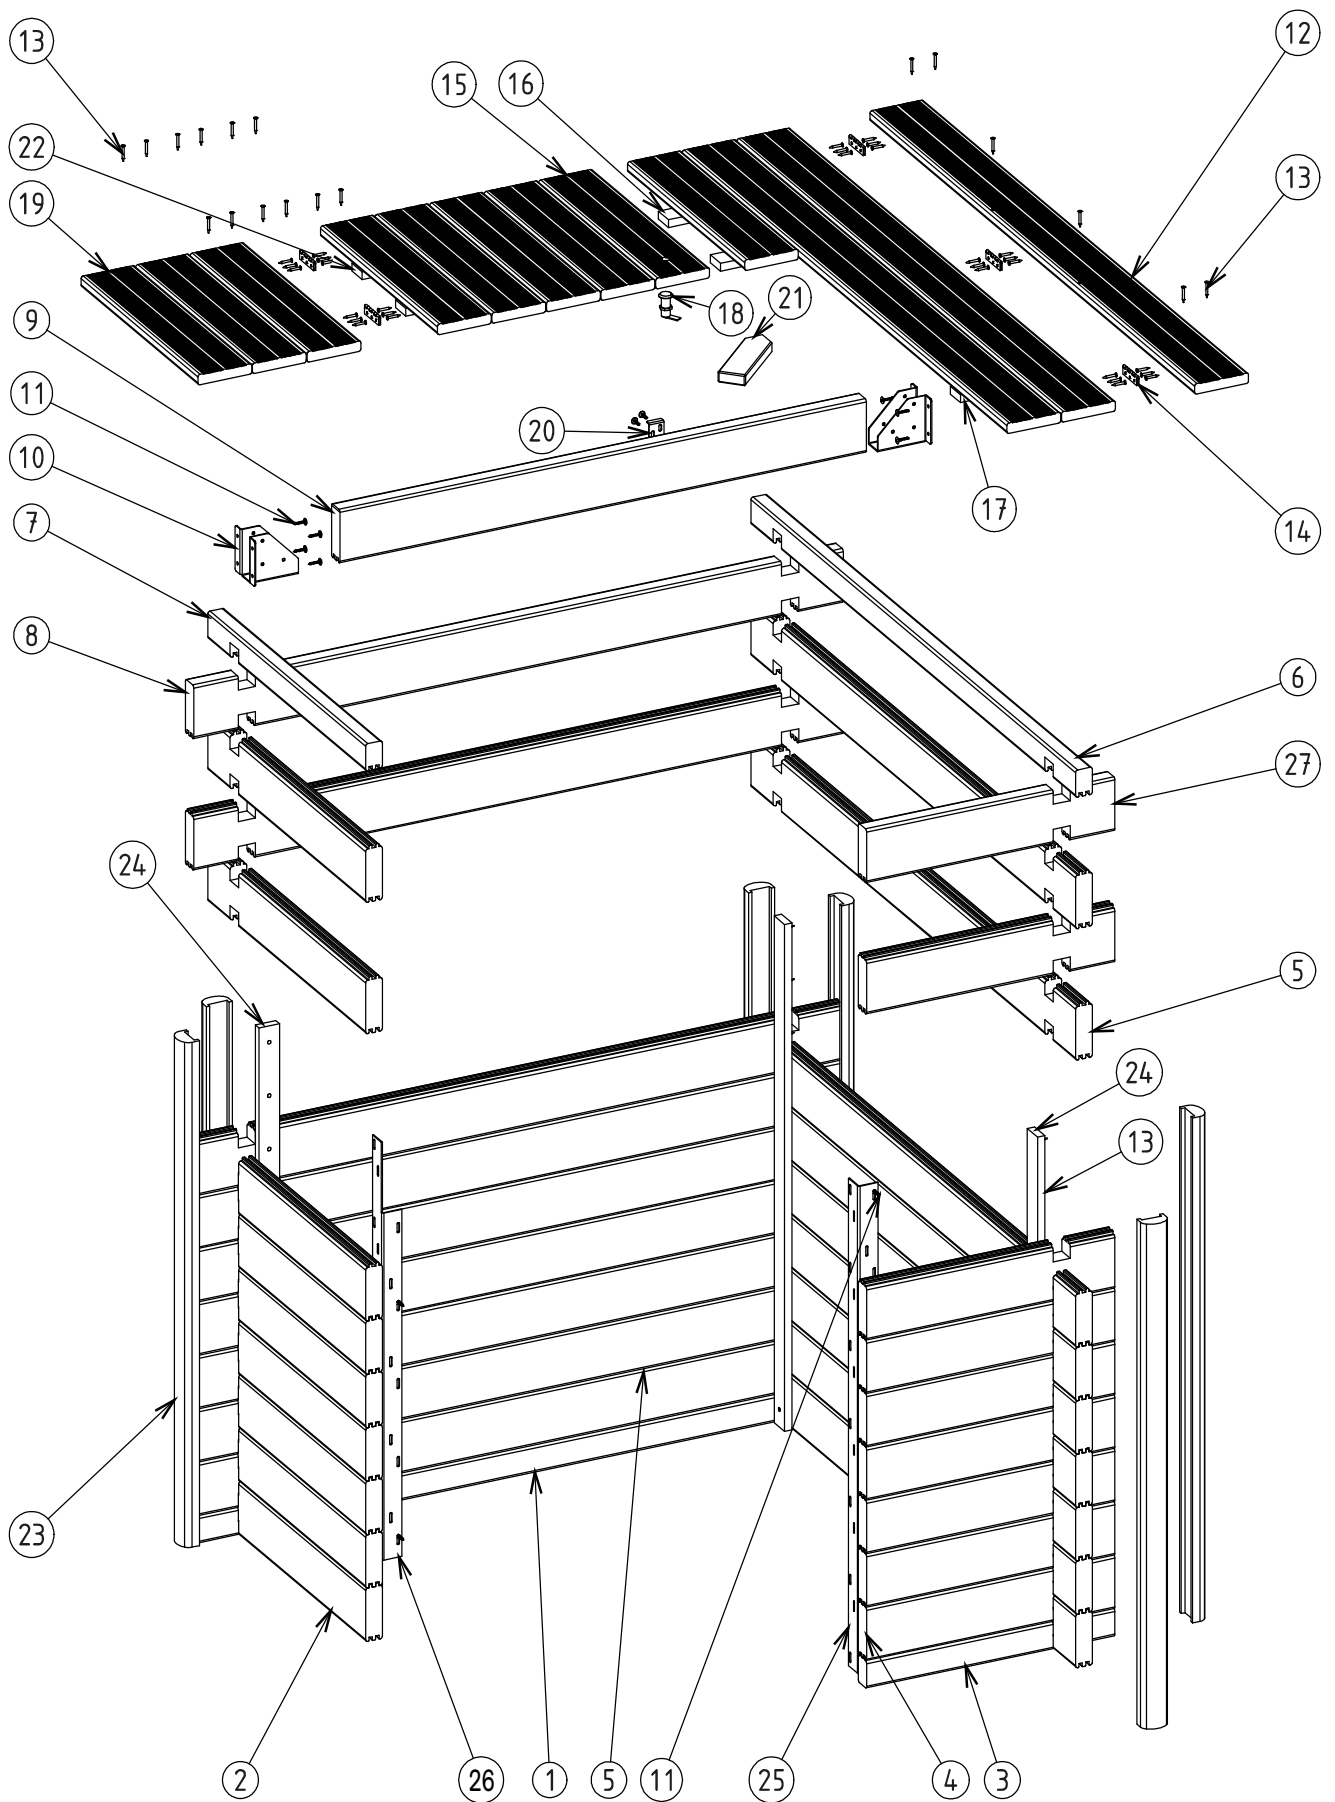
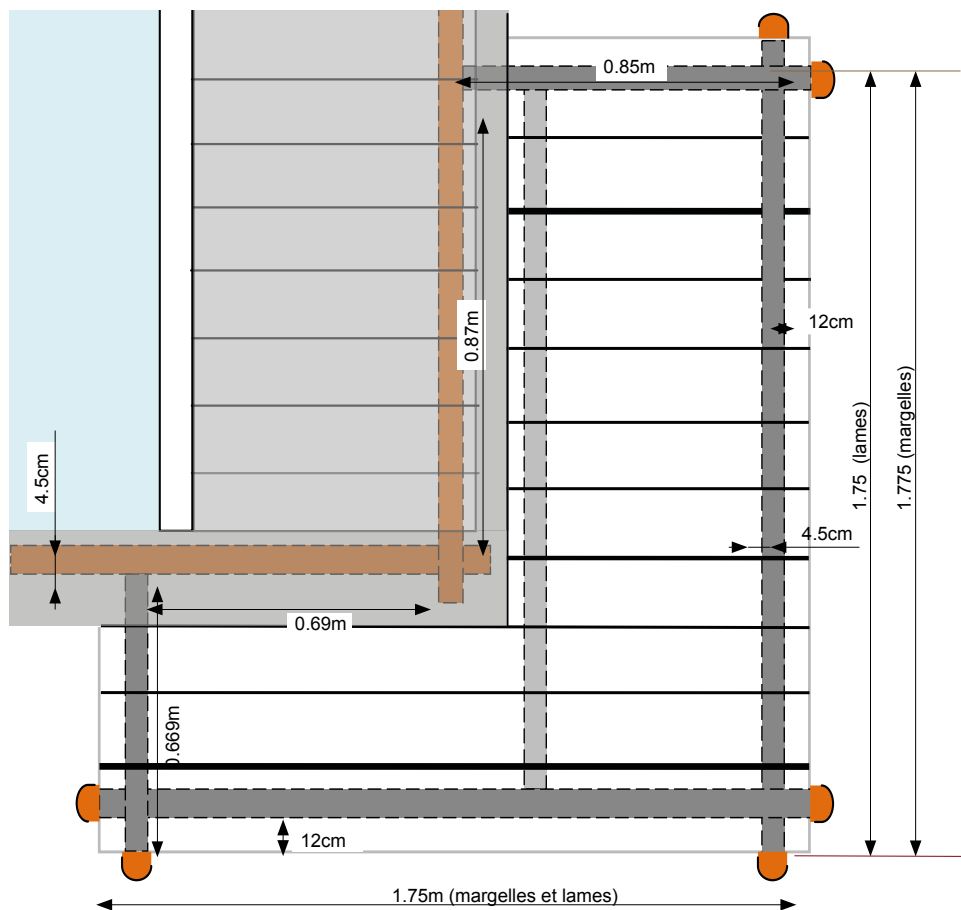
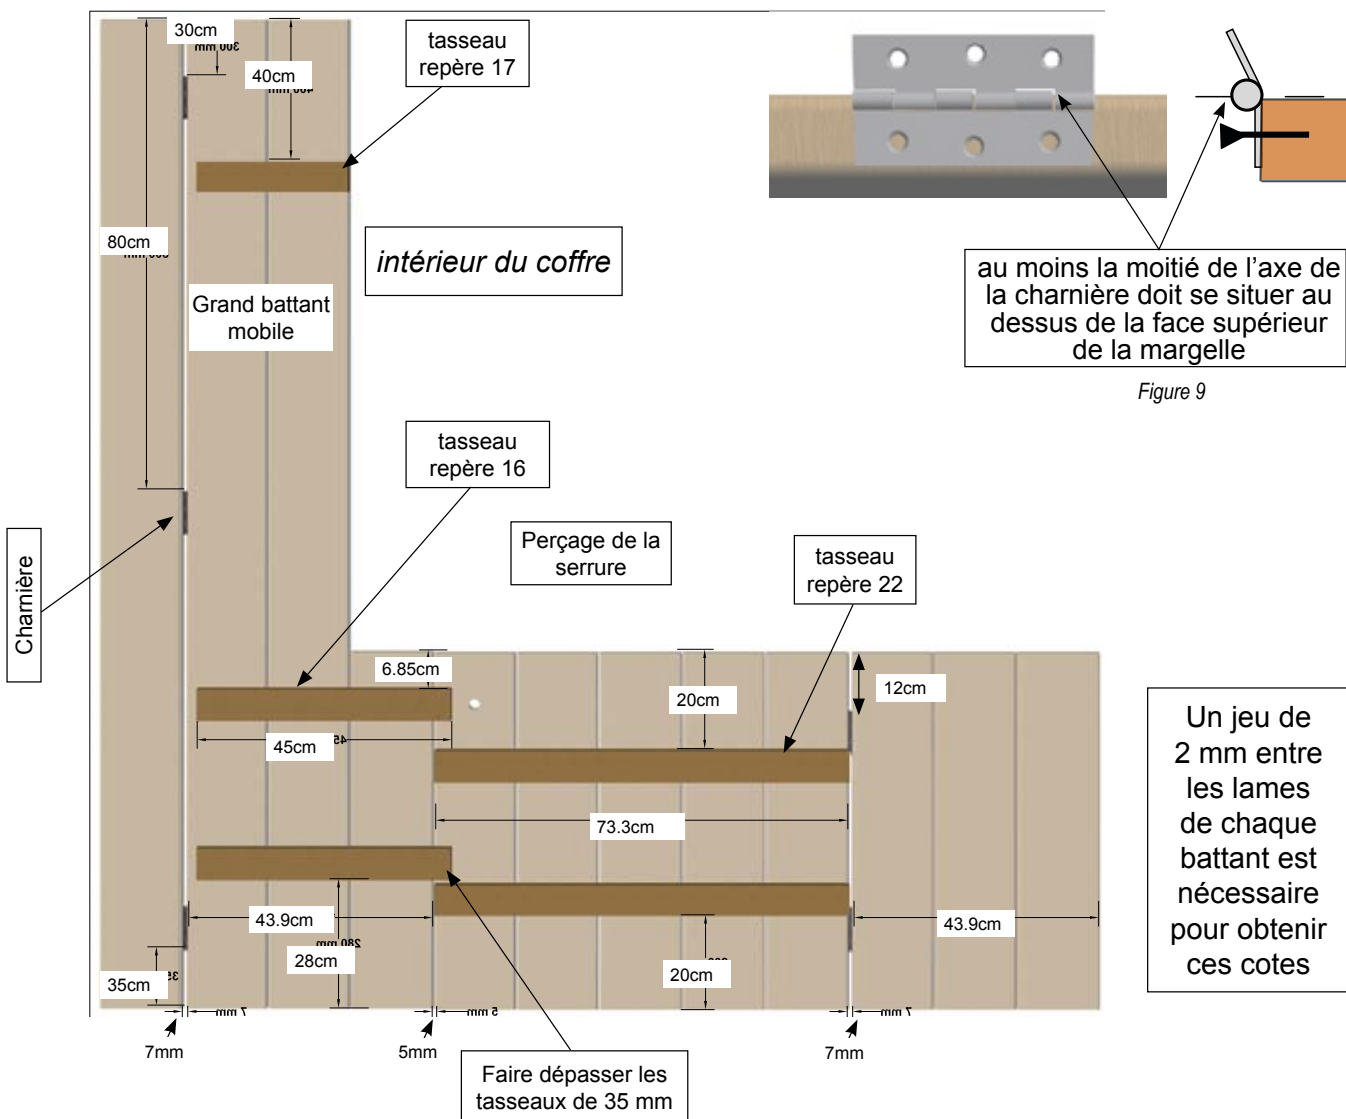

Figure 2
Figure 4
Figure 10 - Schéma d'assemblage des caillebotis
Le montage doit s'effectuer à l'endroit précis où le coffre se positionnera sur le bassin, car il ne sera plus possible de déplacer le coffre une fois monté en raison de son poids important. Voir les cotes de positionnement sur la figure 4.
Après avoir assemblé la 1^{ère} rangée de lames au sol, placer les deux lames d'extrémité contre le bassin aux endroits précis où elles doivent se positionner (voir cotes sur figure 4).
Fixer chaque équerre de maintien à l'intérieur et à ras de chacune des deux extrémités libres (voir figure 2) à l'aide des vis penture 6x30 (18 vis par équerre).
Fixer dans chacun des 3 angles verticaux intérieurs du coffre des tasseaux (repère 24 sur figure 2) de blocage. Utiliser 30 vis bois 5x40.
Visser chacun des 2 sabots de fixation (repère 10 sur figure 2) de la poutre de soutien (repère 9 sur figure 2) aux endroits suivants, à l'aide de 4 vis penture 6x30 par sabot :
1.4.5 Montage des profils de finition des extrémités de paroi (repère 23 sur figure 2)
Afin d'éviter ce désagrément, il convient de substituer cette pièce par celle livrée avec le coffre (n° 21 sur la figure 2), qui comporte une extrémité pointue.
1. A l'aide de 3 vis peinture 4x35 par charnière, visser 3 charnières sur la tranche d'une margelle de caillebotis de 1,75 m de longueur (repère 12 sur figure 2) aux cotes indiquées en figure 10 (pré-percer les trous au besoin avec une mèche à bois de 2 mm) et en suivant les consignes de la figure 9. Cette margelle viendra se fixer sur le haut de la paroi en bout de coffre (voir figure 4).
2. A l'aide de 3 vis peinture 4x35 par charnière, visser 2 charnières sur la tranche d'une margelle de caillebotis de 63 cm de longueur (repère 19 sur figure 2) aux cotes indiquées en figure 10.
1. Constituer le petit battant mobile à 5 margelles de 63 cm de long, en incluant la margelle qui comporte un perçage destiné au montage de la serrure (repère 15 figure 2): fixer les deux tasseaux de 73 cm de long (repère 22 sur figure 2) sous les margelles en respectant les cotes et le jeu de 2 mm entre margelles indiquées en figure 10.
- a. fixer les deux tasseaux de 45 cm de long (repère 16 sur figure 2) sous les 3 margelles en faisant dépasser les tasseaux de 3,5 cm du côté de la margelle de 63cm en respectant les cotes et le jeu de 2 mm entre margelles indiquées en figure 10 ;
4. Positionner sur le coffre le petit battant mobile en respectant les jeux mentionnés sur la figure 10.